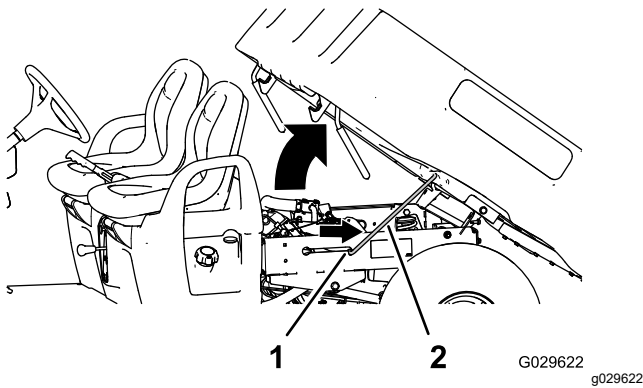

Figura 13
2. Empurre a barra de apoio para a ranhura do entalhe para prender a plataforma (Figura 13).
2. Retire a barra de apoio da ranhura de bloqueio (Figura 13).
3. Desça a plataforma até prender em segurança (Figura 13).